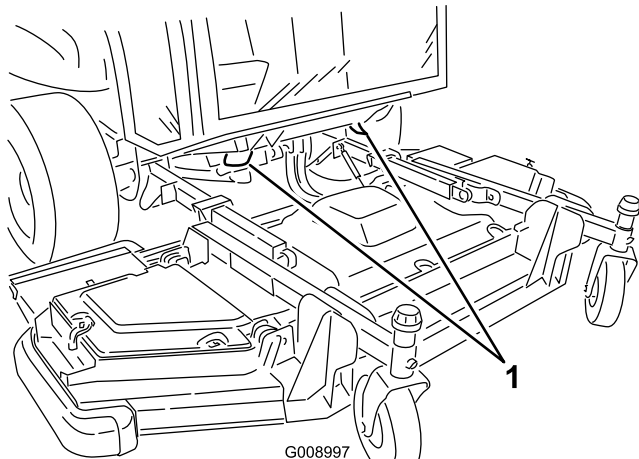

Рисунок 40
- Под передней частью платформы оператора (2 места) (Рисунок 40).